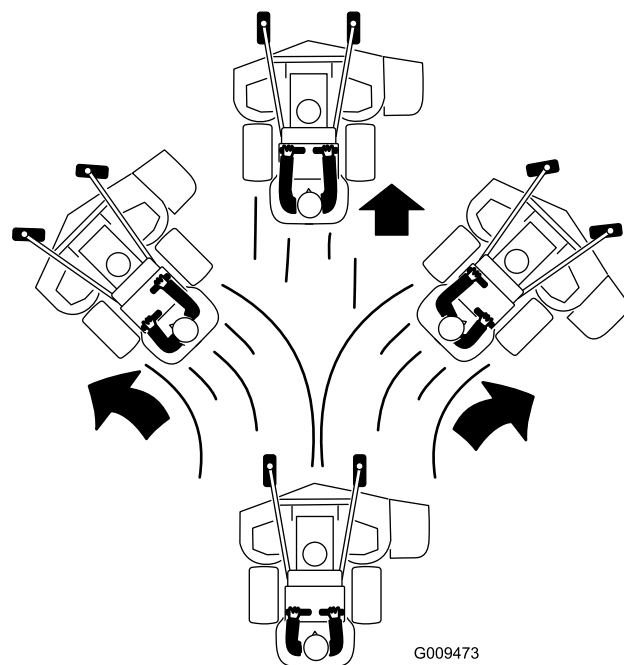

Figura 22
4. Spingete lentamente in avanti le leve di controllo del movimento (Figura 22).